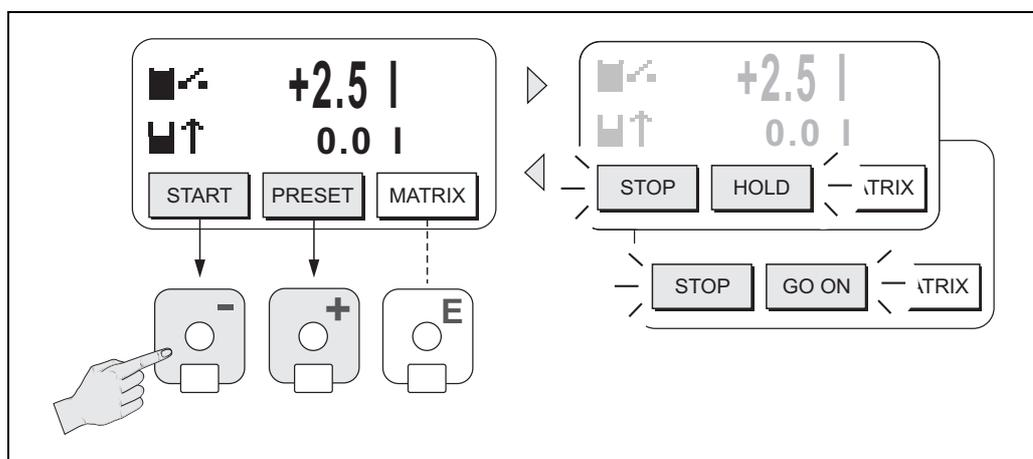

Fig. 29: Controllo dei processi di dosaggio mediante display locale (tasti)
I seguenti "tasti" appaiono quindi sulla riga inferiore del display locale → Fig. 29:
- Dopo essere usciti dal menu IMPOSTA, il processo di dosaggio può essere attivato premendo "AVVIO (□)". Sul display sono visualizzati dei nuovi tasti (STOP / HOLD o CONTINUA). Possono essere usati in qualsiasi momento per terminare, interrompere o proseguire il processo di dosaggio → Fig. 29